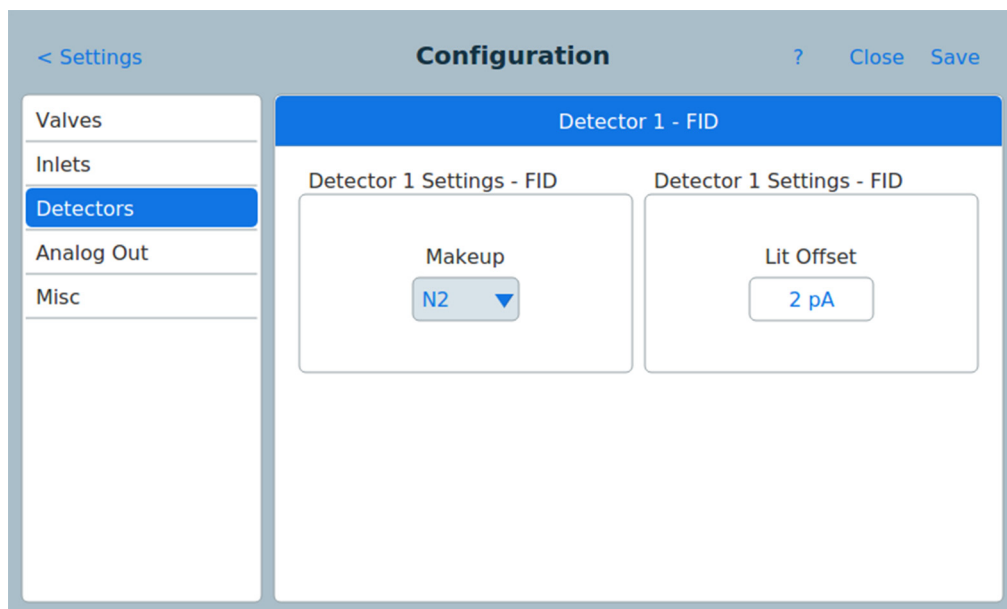

Figura 58 Pagina rivelatori
- 3 Premere il tipo di dispositivo **Detectors** dall'elenco a sinistra dello schermo. Le proprietà per il tipo di dispositivo selezionato appaiono a destra dello schermo. Vedere Figura 58.